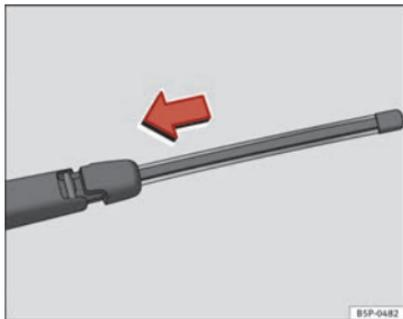

Fig. 173 Collocare la spazzola tergilunotto
- Posizionare la spazzola come indicato nella figura ⇒ fig. 173 e scorrere l'adattatore fino a quando non si incastra.